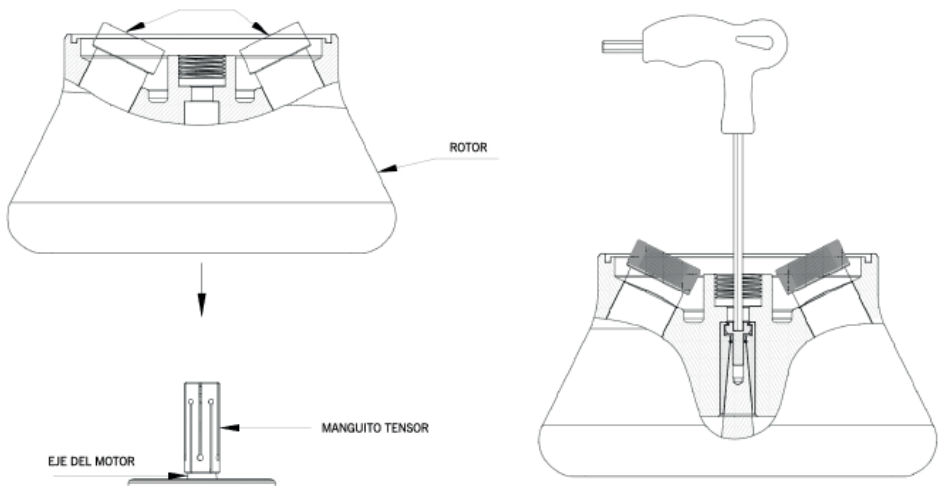

Figura 6: Esquema de la instalación del rotor angular
■ Prepare el rotor que desea usar en la posición que se muestra en la Figura 6. Sostenga el rotor con ambas manos, alinee el orificio central del rotor con el eje del motor, colóquelo verticalmente hasta la parte inferior del eje, suelte ambas manos y luego presione el rotor hacia abajo con las manos.